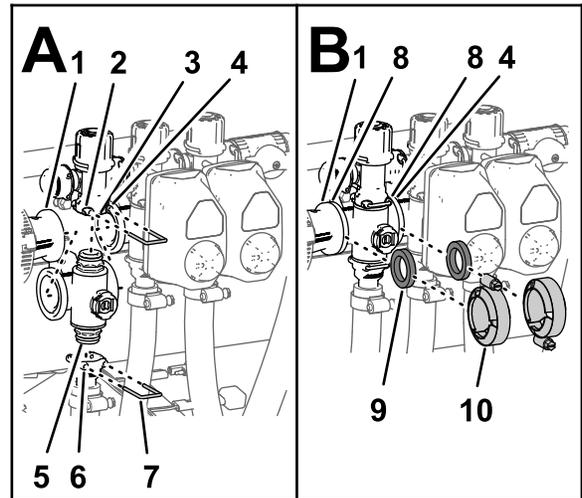

Figura 83
- Inserte el conector de extremo superior de la válvula multivía en el acoplamiento de desvío (Figura 83, A).
- Sujete el conector de extremo al acoplamiento de desvío insertando una horquilla de retención en el acoplamiento de desvío (Figura 83, A).
- Monte el conector de salida en el conector de extremo inferior del distribuidor (Figura 83, A).
- Sujete el conector de extremo al conector de salida insertando una horquilla de retención en el conector de salida (Figura 83, A).
5. Alinee una junta entre las bridas del racor reductor y el distribuidor de la válvula de sección (Figura 83, B).
6. Monte el racor reductor, la junta y el distribuidor de la válvula de sección con una abrazadera y apriete a mano (Figura 83, B).
7. Para instalar las dos válvulas de sección de la izquierda, alinee una junta entre las bridas de los distribuidores de las 2 válvulas de sección adyacentes (Figura 83, B).
8. Sujete los 2 distribuidores de válvula de sección adyacentes y la junta con una abrazadera y apriete a mano (Figura 83, B).